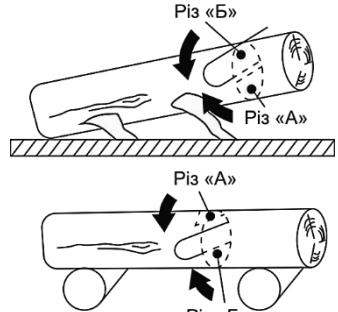

Рисунок 7
Зробіть розпил колоди таким чином. Перший розпил (A) зробіть знизу вгору на 1/3 товщини колоди та закінчіть розпилювання (B) зверху вниз (рисунок 7).